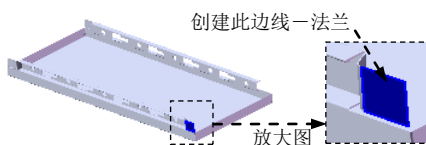
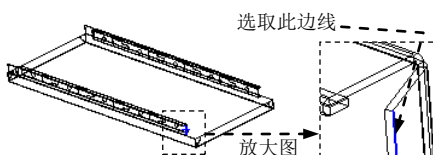

图 17.9.74 创建边线—法兰 20
图 17.9.75 定义特征的边线
Step34. 用相同的方法创建另一侧的边线—法兰 20 (图 17.9.74), 边线法兰的边线如图 17.9.75 所示。详细操作过程参见 Step30。